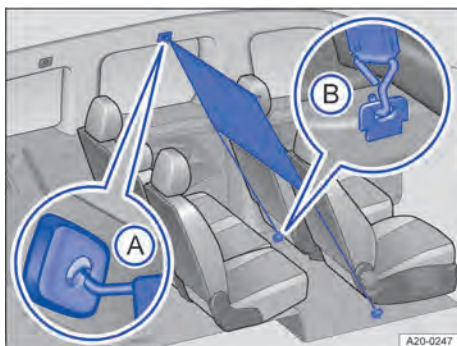
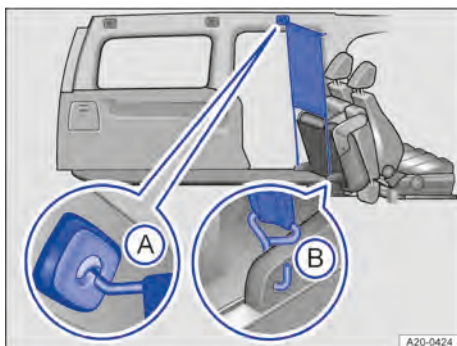

Abb. 151 Hinter der ersten Sitzreihe: Eingebaute Netztrennwand.
Abb. 152 Hinter der umgeklappten zweiten Sitzreihe: Eingebaute Netztrennwand.
2. Netztrennwand in die *vordere linke* → Abb. 151 A oder → Abb. 152 A Aufnahme im Dach einhaken. Darauf achten, dass die Querstange über die obere Position hinaus nach unten gezogen wird.
4. Netztrennwand in der Befestigung einhaken → Abb. 151 B oder → Abb. 152 B.